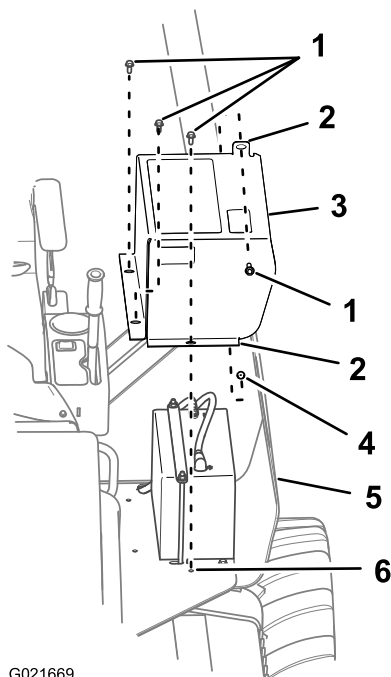

Figure 57
2. Retirez le boulon qui fixe le couvercle de la batterie sur la plaque de l'arceau de sécurité (Figure 57).
3. Retirez les 3 vis de fixation du couvercle de la batterie sur la plate-forme de conduite et déposez le couvercle de la batterie (Figure 57).
1. Alignez les trous des flanges de montage du couvercle de la batterie sur les trous de la plate-forme de conduite autour de la batterie (Figure 57).
2. Fixez le couvercle de la batterie sur la plaque de l'arceau de sécurité avec un boulon (Figure 57).
3. Fixez le couvercle de la batterie sur la plate-forme de l'opérateur avec les 3 boulons que vous avez dévissés auparavant (Figure 57).